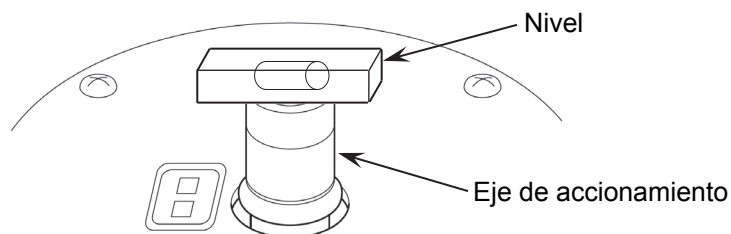

Ilustración 5-3 Colocación del nivel
- (2) Active el interruptor de encendido de la ultracentrifugadora, abra la puerta de la cámara y, a continuación, desactive el interruptor de encendido. Si la ultracentrifugadora sigue desenchufada, consulte el apartado 2-5 "Recuperación de emergencia tras fallo de alimentación", retire la cubierta frontal y abra la puerta de la cámara.
- (3) Coloque el nivel incluido con la ultracentrifugadora en el eje de accionamiento de la cámara del rotor y gire los cuatro reguladores para ajustar el nivel de la ultracentrifugadora (ilustración 5-3).
- (4) Tras ajustar el nivel, asegúrese de que los cuatro reguladores estén bien asentados sobre el suelo. Si la ultracentrifugadora no hace ruido al empujarla un poco, está correctamente instalada.